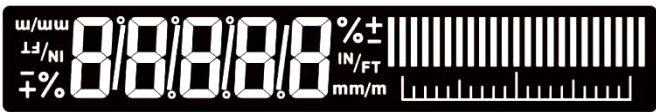

Рис. 3
- O visor (11) mostra a escala de 23 barras a imitar o nível de bolha de ar físico (Fig. 3).
- На дисплее (11) отображается шкала из 23 делений, имитирующая пузырьковый уровень (рис. 3).